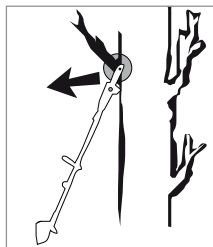

Fig. 2
- Il contraccollo può verificarsi se la punta della lama 35 tocca un oggetto o se il legno si piega e la catena della sega 34 si incastra nel taglio (vedere fig. 2).